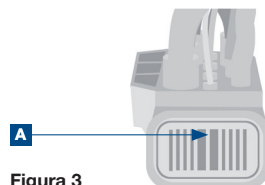

Figura 3
- 14 Destruar o conector do conjunto de cabos X26 e separá-lo (**figura 3**):
- Remover a trava (A).